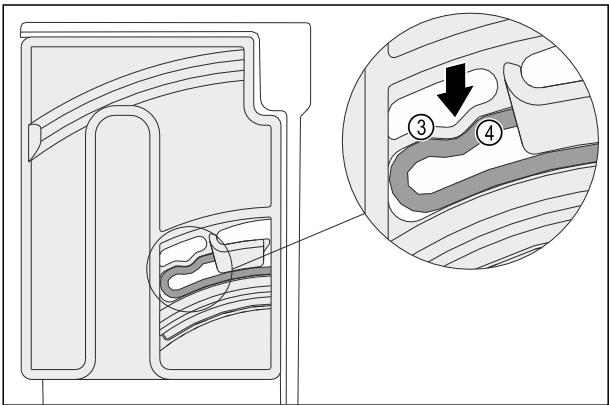

Fig. 147
- Vous entendrez l'élément élastique Fig. 147 (3) de l'unité de rotation s'enclencher dans la forme ronde de la nervure Fig. 147 (4).